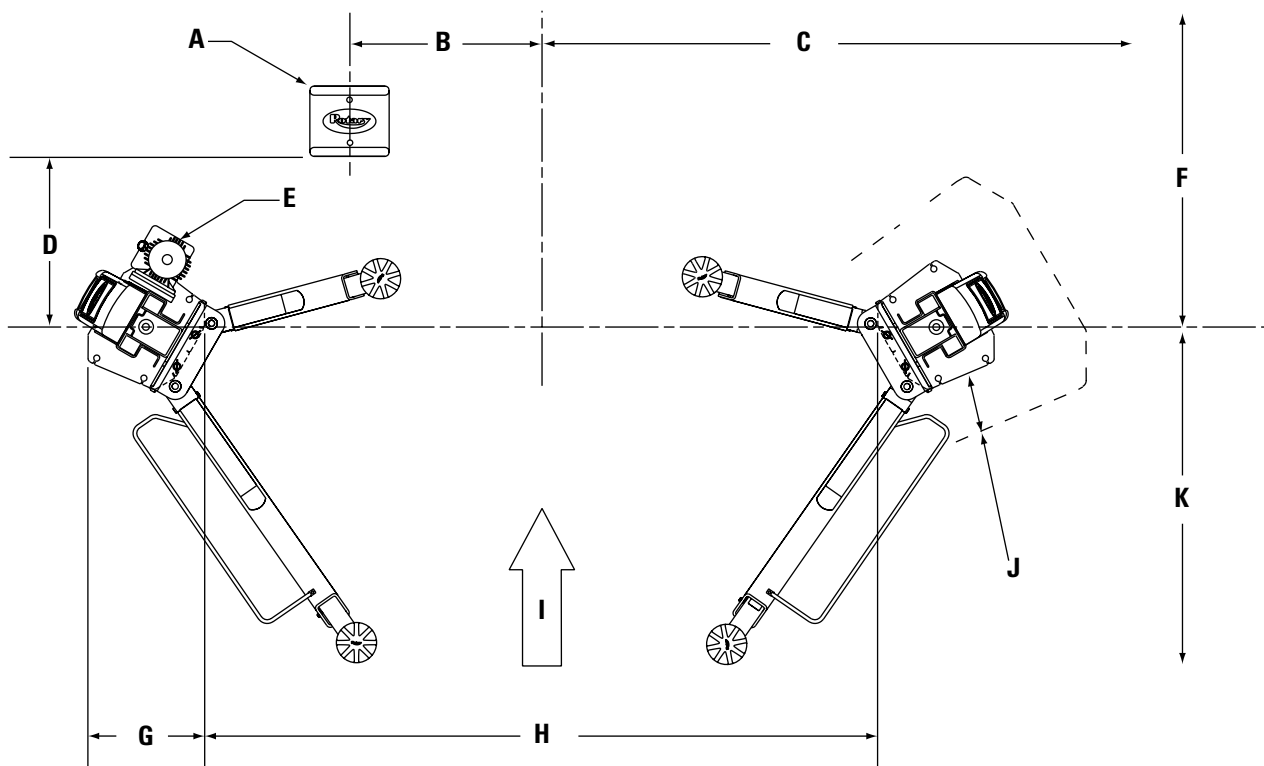
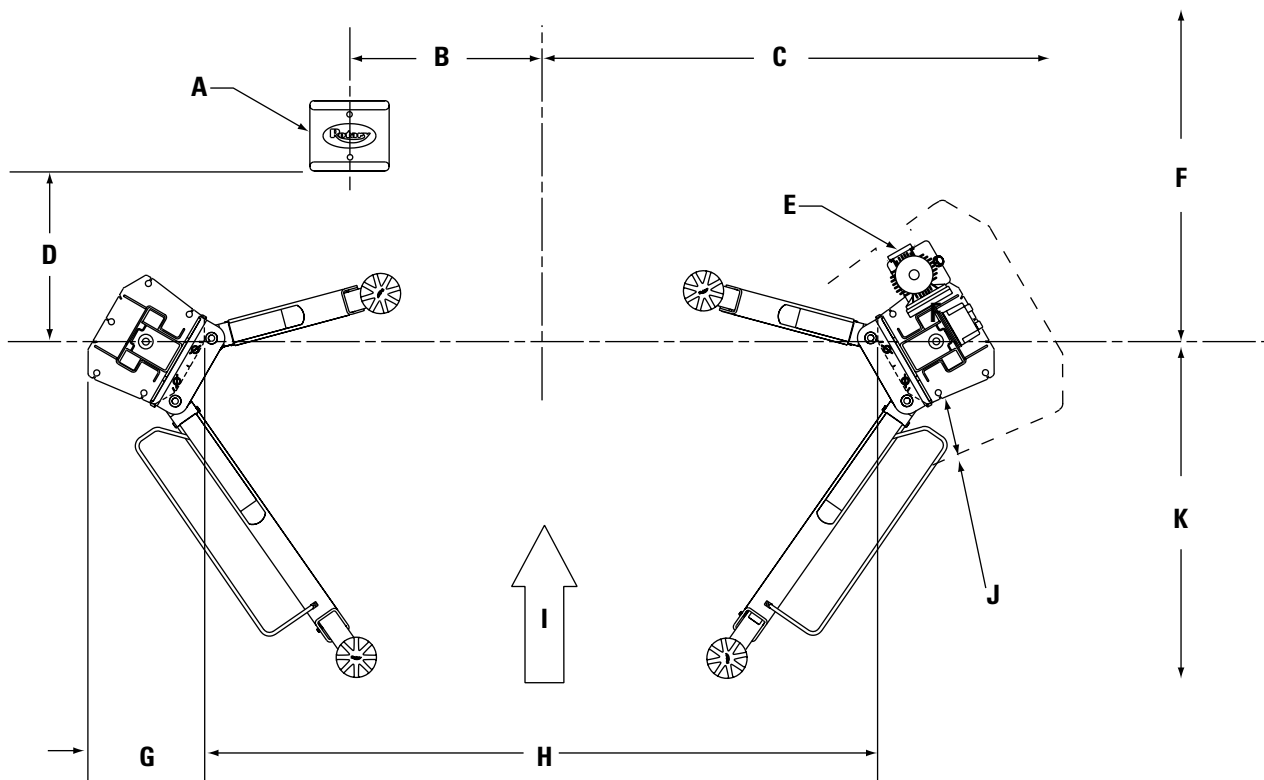

Fig. 1a
Fig. 2a
1. Luogo di installazione del ponte di sollevamento: Se disponibile, posare il ponte di sollevamento con l'ausilio di un progetto redatto da un architetto. Le fig. 1a, 1b o fig. 2a, 2b mostrano le dimensioni di un classico layout per baie per ponti di sollevamento.
5. Posizionamento del ponte di sollevamento: Posizionare le colonne nella baia rispettando le indicazioni sulle dimensioni riportate nelle fig. 1a, 1b oppure nelle fig. 2a, 2b. Dopo avere steso le colonne per terra, è sufficiente che due persone afferrino la sommità delle singole colonne e camminino verso la loro base di appoggio. Quando la colonna è quasi verticale, la seconda persona deve portarsi sull'altro lato della colonna e aiutare l'altra in maniera da posizionare la colonna sulla propria base di appoggio. I lati posteriori delle piastre di base di entrambe le colonne devono essere perpendicolari all'asse centrale del ponte di sollevamento. In ogni piastra di base vengono intagliate delle tacche, per indicare l'asse centrale del ponte di sollevamento. Con l'impiego di appositi mezzi ausiliari, sollevare i carrelli fino alla prima posizione di arresto. Assicurarsi che il gancio di arresto si innesti con sicurezza.